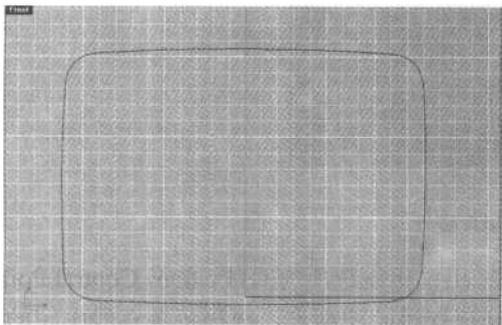

图 1.8 生成寻呼机的轮廓并连接
- (8) 对所有相连的线条进行同样的操作，使曲线圆滑过渡。
(9) 我们已经可以看到寻呼机的形状了。单击 **Join** (接合) 工具，选择曲线和过渡线后单击右键确定，把所有的曲线连接起来，如图 1.8 所示。